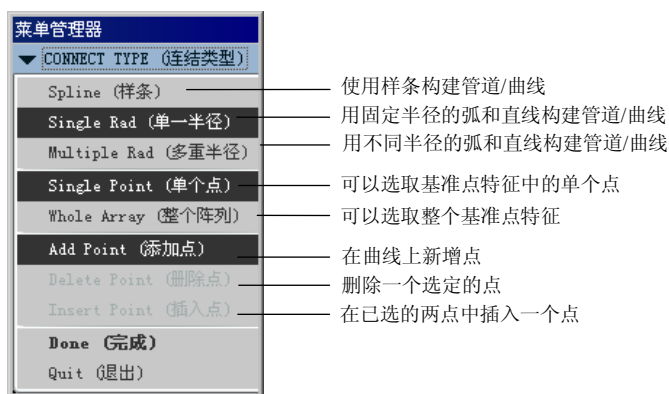

图 5.19.39 “连结类型”菜单
(1) 在图 5.19.39 所示的“连结类型”菜单中, 选择 **Single Rad (单一半径)**  **Single Point (单个点)**  **Add Point (添加点)** 命令。